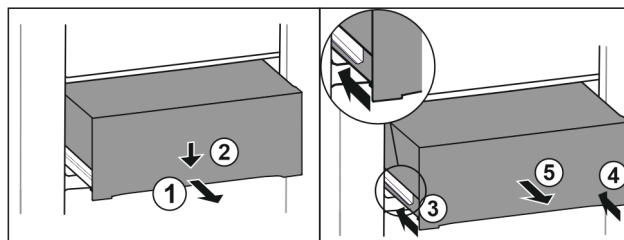

Fig. 221
- ▶ 将抽屉拉出一半。 Fig. 221 (1)
- ▶ 朝下按压正面的抽屉。 Fig. 221 (2)
- ▶ 将左侧轨道推入大约 2 cm。 Fig. 221 (3)
- ▶ 将右侧轨道推入大约 2 cm。 Fig. 221 (4)
- ▶ 朝前取出抽屉。 Fig. 221 (5)